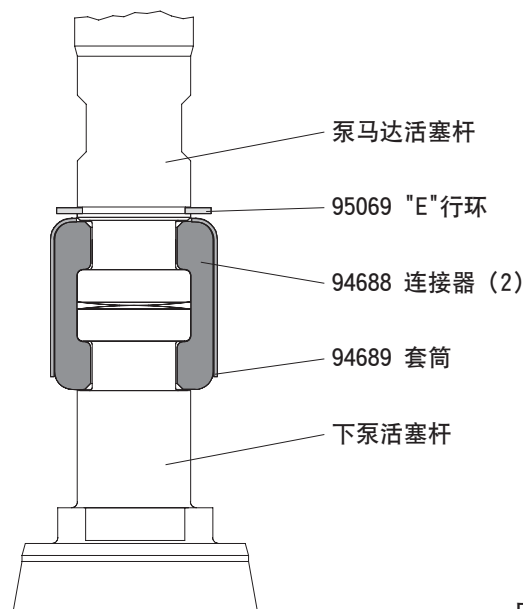

图 2
- 使用e形环钳, 尽量向上滑动 "e" 形环, 使套筒向上移动, 松开两个连接器(参看图2)。